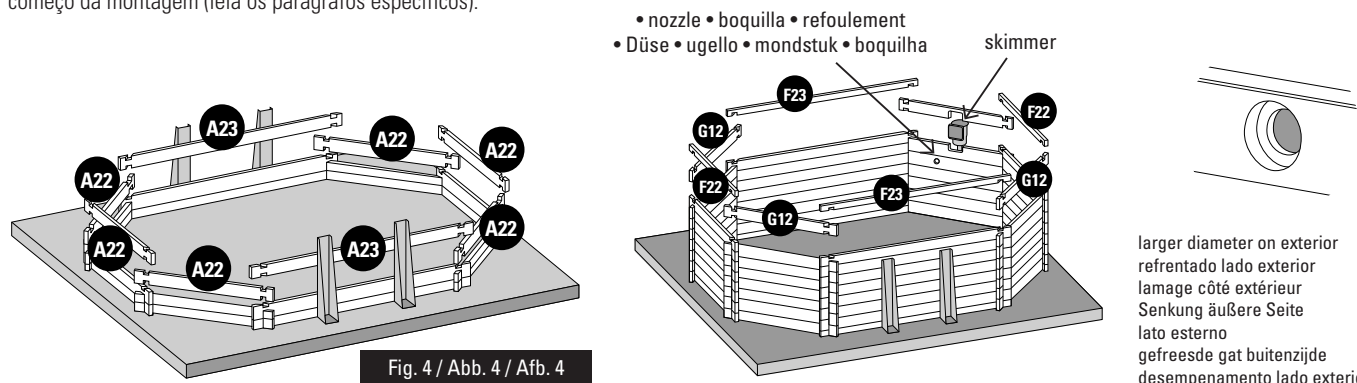

Fig. 4 / Abb. 4 / Afb. 4
3rd LAYER OF BOARDS: Install the third layer of boards as shown in figure 4. The position of the refilling fitting with the key and the skimmer should be defined at the start of the assembly (read the specific paragraphs).
3ÈME RANGÉE MADRIERS : Positionnez les madriers de la 3ème rangée conformément à la figure 4. Vous devez avoir déterminé l'emplacement de la buse de refoulement et du skimmer dès le début du montage (voir paragraphes spécifiques).
3. BRETTERREIH: Platzieren Sie die Bretter der dritten Reihe laut Abb. 4. Zu Beginn der Montage müssen Sie die Lage des Druckventils und des Skimmers festlegen (lesen Sie hierzu die entsprechenden Abschnitte).